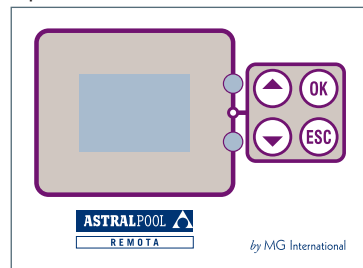

fig.5 - clavier de navigation Remota™ version Confort™
- appuyer sur le bouton "OK" (fig.5) du Remota™
- à l'aide des flèches du clavier Remota™ (fig.5) positionner le curseur sur "Adjust pH 7" et valider en pressant la touche "OK"
- presser la touche "OK" (fig.5) du Remota™, afin d'accéder au menu de réglage
- à l'aide des flèches du clavier Remota™ (fig.5) positionner le curseur sur "Réglage T" et appuyer sur "OK"
- à l'aide des flèches "haut" ▲ et "bas" ▼ (fig.5) ajuster la température affichée sur l'écran pour l'amener à celle indiquée par le thermomètre étalon